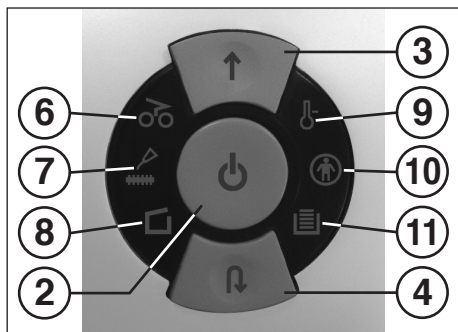

Fig. 1
- 2 = Funksjonsknapp (fig. 1)**
- 3 = Fremoverknapp (fig. 1)**
- 4 = Bakoverknapp (fig. 1)**
„Blokking ved materiale“ (fig. 1)
„Olje skjæreverk“ (fig. 1)
„Beholder mangler“ (fig. 1)